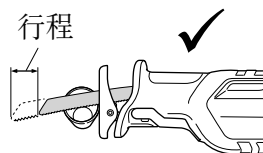
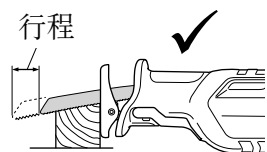

图 11
图 13
- 请选择长度最适当的刀刃。理论上，减去行程量后从刀刃座突出的刀刃长度应大于材料。（参照图 11 和图 13）